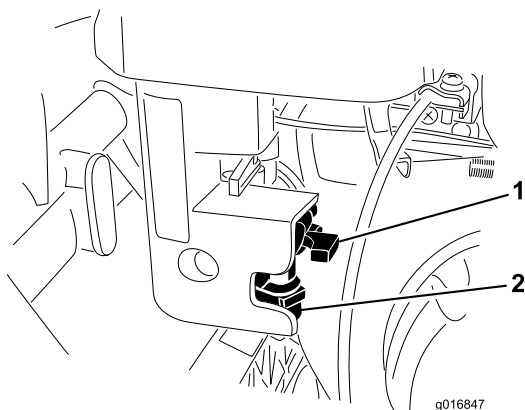

Figura 36
1. Chiudete la valvola d'intercettazione del carburante e svitate la coppa del carburante dal corpo del filtro (Figura 36).